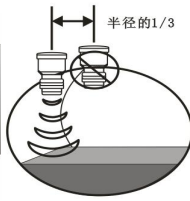

图 2
(2) 在安装探头时需考虑容器的形状。如果探头安装不正确，一定形状的容器将产生二次回波。这类问题主要集中在圆锥形以及球形罐顶部。这种特殊的形状可以将发射出的回波再聚焦放大产生错误读数。选择正确的安装位置可以解决这一问题。请见图 2。